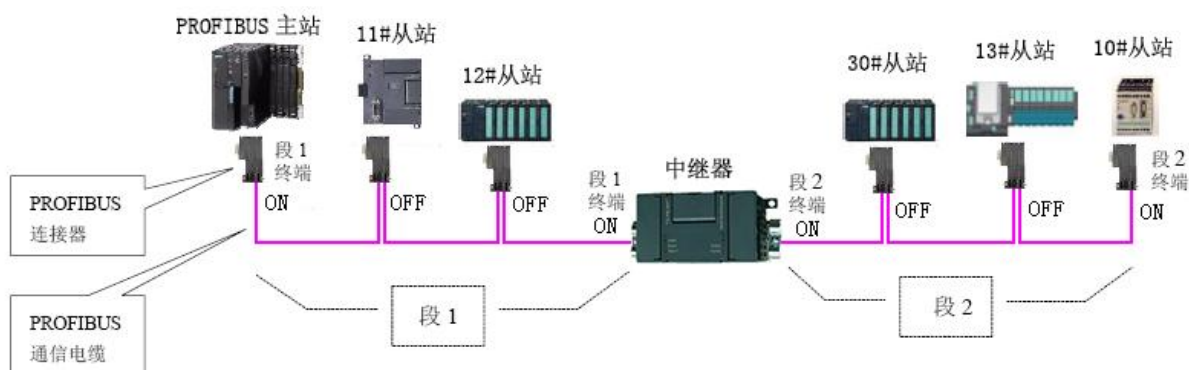

图 1-1 PROFIBUS 现场总线采用总线型网络拓扑结构
1.1、PROFIBUS标准规定RS485信号传输时，采用总线型的网络拓扑结构，并提出了网络段、终端、中继器、连接器等网络部件和概念，如图1-1所示，当电缆长度超过PROFIBUS标准规定的距离或网络中的站点数量超过规定数量时，需使用中继器将总线分割为段1和段2二个网络段，每个网络段的头和尾称为终端。